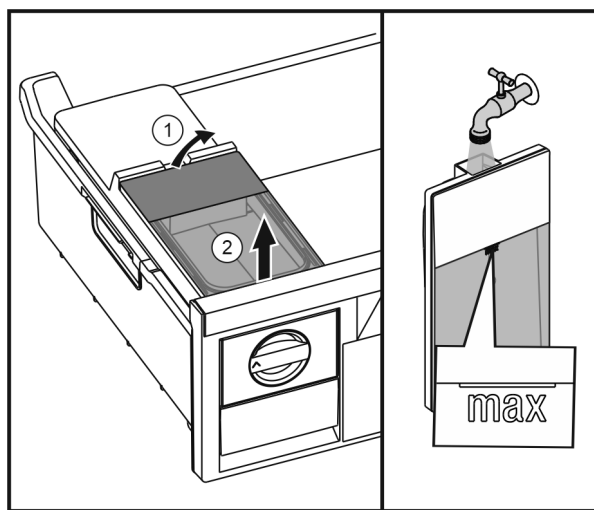

Fig. 43
- Повдигнете резервоара за вода отзад Fig. 43 (1) и извадете нагоре Fig. 43 (2).